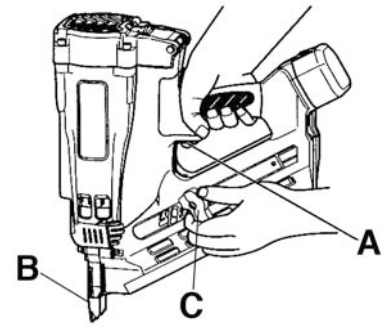

Figure 6
1. Retirez votre doigt de la gâchette (A) Fig.6 et appuyez sur le levier de poussé (sécurité) (B) contre la pièce et tirez sur l'alimenteur (C).
2. Séparez le levier de poussé (B) de la pièce. Ensuite, dirigez la cloueuse vers le plancher, tirez sur la gâchette (A) et puis attendre dans cette position pendant 5 secondes ou plus.
3. Sans toucher à la gâchette (A), appuyez le levier de poussé (B) contre la pièce. Appuyez sur la gâchette.